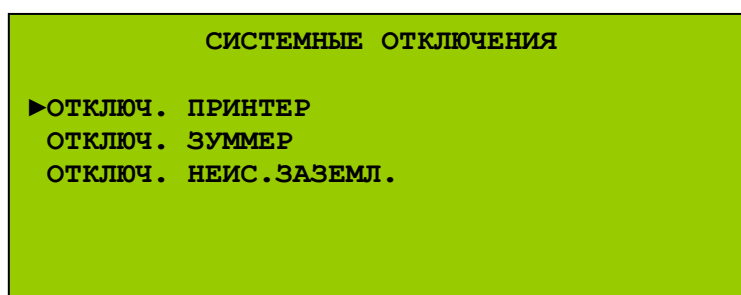

Рис. 120 (Меню системных отключений)
- 2) В меню УДЗ выбрать опцию «Инженерные отключения» \ «Системные отключения». Откроется меню системных отключений (Рис. 120).